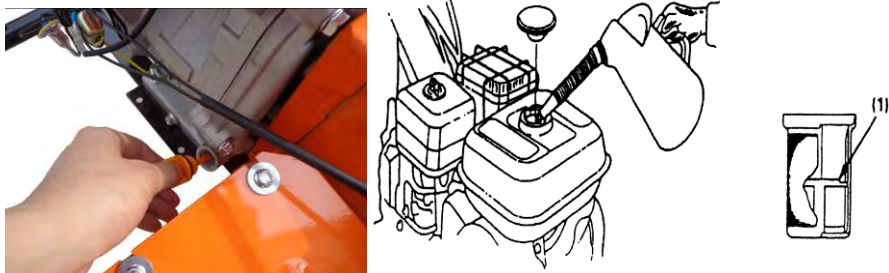

Figura 9
5. Reumpleți rezervorul cu ulei numărul 90. (vă rugăm să consultați figura 9)
**Atenție:** nivelul de combustibil nu trebuie să depășească semnul (1).